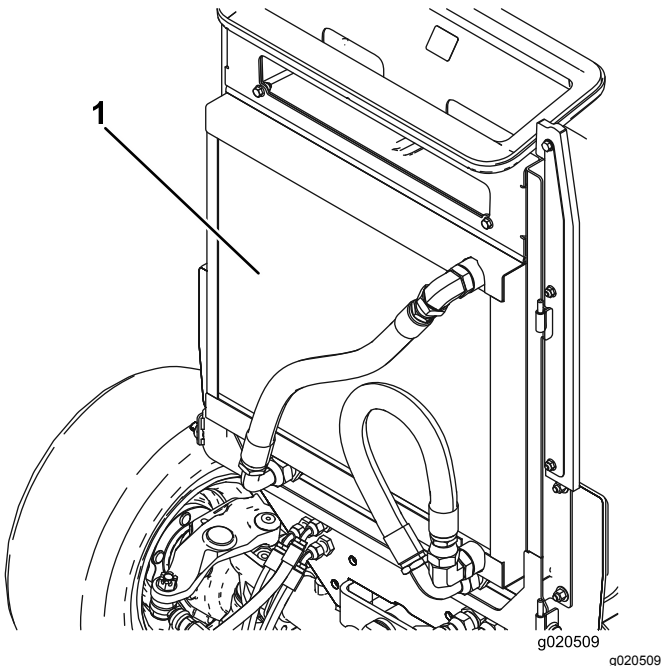

図 91
4. オイルクーラとラジエターの裏表を圧縮空気ですばりに清掃する 図 91。